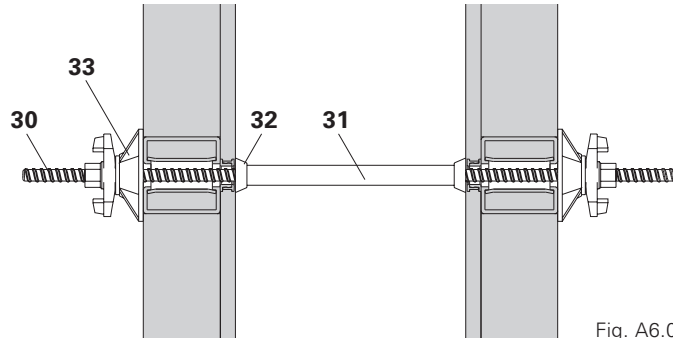

Fig. A6.01
- Tirante DW 15 (30)
- Tubo distanziatore (31)
- Cono (32)
- Piastra orientabile DW 15 (33)
- (Fig. A6.01)